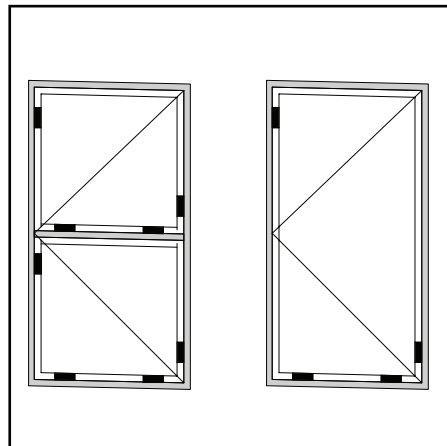

Abb. 10 / Fig. 10 / Fig. 10
**Verklotzung Pyroswiss (Abb. 10)**
**Calage du Pyroswiss (fig. 10)**
**Blocking for Pyroswiss (fig. 10)**